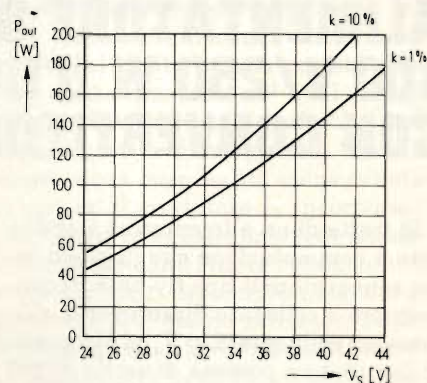

Fig. 4 - Potenza di uscita dell'amplificatore in funzione della tensione di alimentazione, per due differenti valori di distorsione.
**Fig. 4 - Forme d'onda delle tensioni e delle correnti nel transistor-interruttore.** (a) Corrente di collettore: 4 A/div. Tensione emettitore-collettore: 220 V/div. Tempo: 10  $\mu$ s/div; (b) Corrente di collettore: 2 A/div. Corrente di base: 1 A/div. Tempo: 5  $\mu$ s/div.